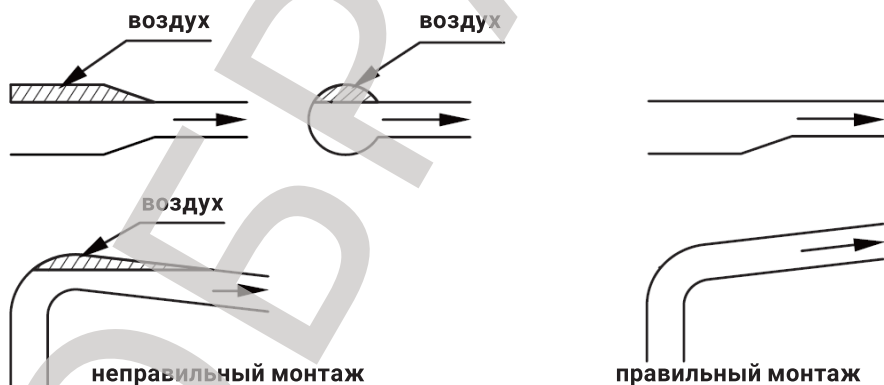

Рисунок 7. Пример монтажа трубопроводов
- при монтаже трубопровода следует избегать образование воздушных карманов (рис. 7);